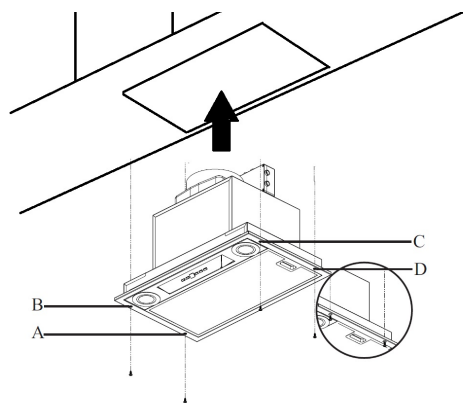

Fig. 14
4. ➔ Montér nu produktet op i et skab via punkterne A, B, C & D. Brug 4x 3,5x16 skruer (Fig. 14).